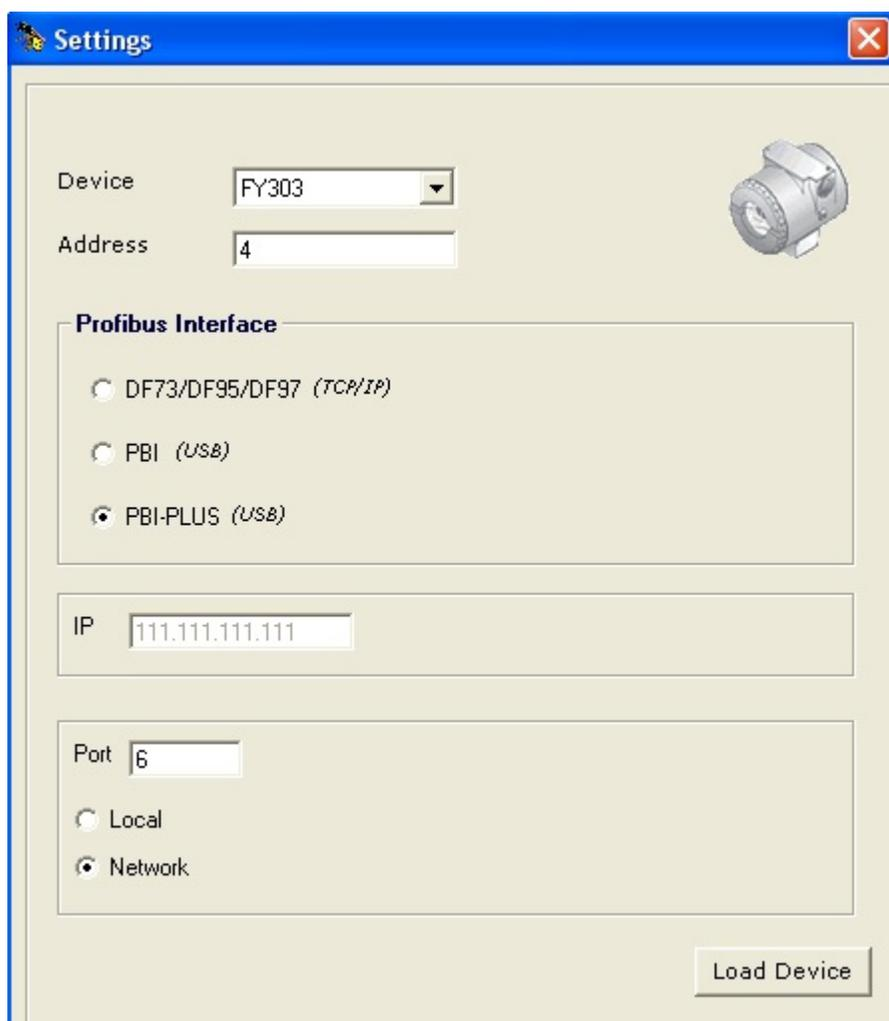

Figura 2.1 – Configuração do Software PROFIBUSView
- 1) Ao inicializar o software PROFIBUSView, escolha a opção “Settings” para dar início às configurações. Quando esta tela abrir, selecione na opção “Device”, o equipamento que será configurado. Em seguida, deve-se colocar o endereço deste equipamento. Na opção “Profibus Interface”, o item “PBI-PLUS (USB)” deverá ser ajustado. Em seguida, escolhe-se a porta de comunicação e por último deve-se escolher se a comunicação será local (opção “Local”) ou em campo (opção “Network”). Detalhes sobre esses dois tipos de comunicação podem ser visualizados no Capítulo 1. A Figura 2.1 mostra a tela onde essas configurações serão feitas.